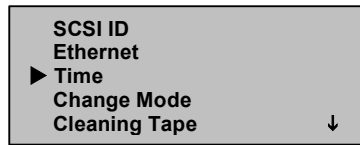

Figura 31: Seleccione Time
3. En el submenú Configuration, desplácese hasta la opción Time (Hora). (Consulte la Figura 31.)